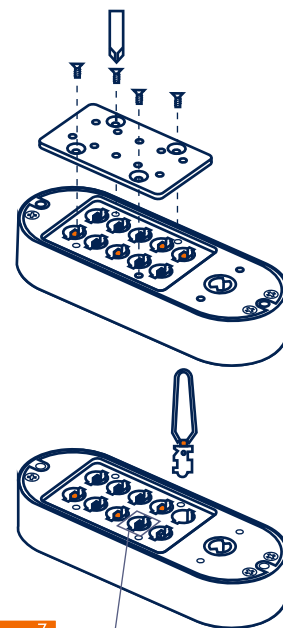

рис. 7
5. Вы увидите 10 пинов, из которых: 4 покрашены в красный цвет; 5 - в синий и 1 не покрашен. Красные пины отвечают за ту цифро-буквенную комбинацию, которую вы хотите изменить *рис. 7.*
- проверьте, легко ли движется ригель задвижки *рис. 7*.